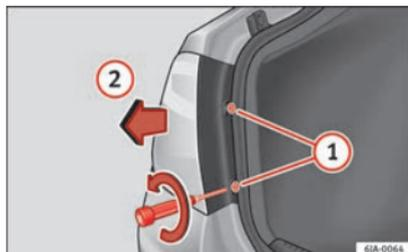

Fig. 98 Desmontar a unidade de luz traseira na lateral.
- Com a chave de fendas de dotação ou uma chave Torx 20 (T20) desaperte (girando para a esquerda) e retire os dois parafusos de fixação da zona frontal do farolim » Fig. 98 ①, tendo cuidado para não os perder.
- Puxe a unidade da luz traseira para trás (» Fig. 98 ②) até extrair o farolim do seu alojamento.